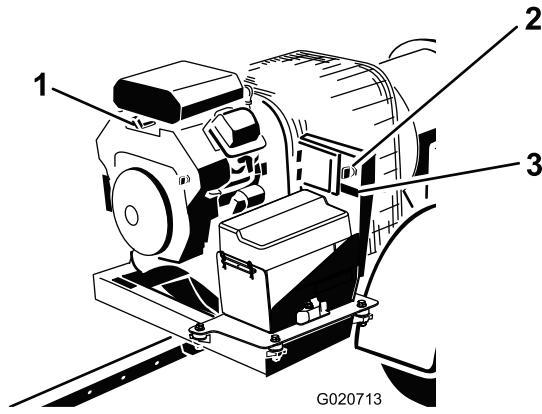

図 14
3. キーを Start 位置に回してすぐに手を離して ON 位置に戻す（図 14）。以上の操作により、レシーバが覚醒する。
- 機械から離れる場合には、キーを OFF 位置に回してエンジンから抜き取る（図 14）。